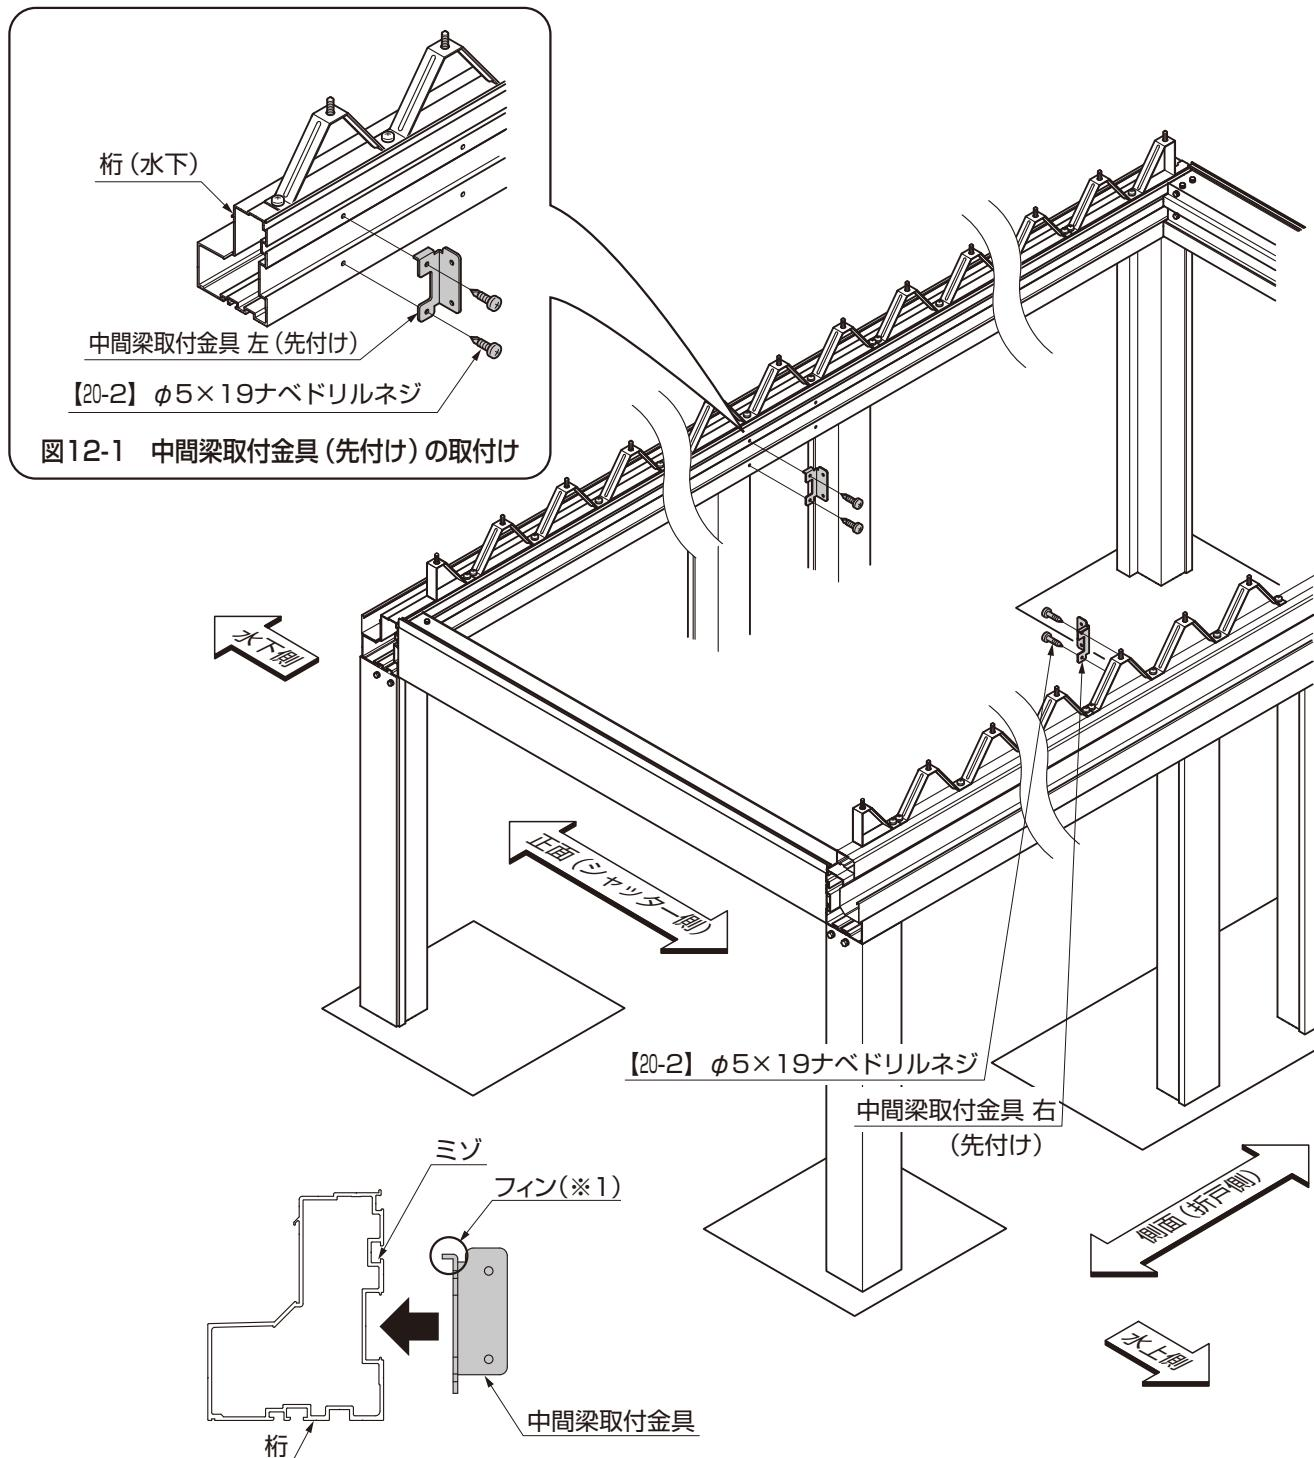

図12-2 中間梁取付金具の取付け位置
- 中間梁取付金具のFIN(※1)が、桁のミゾに入るように取付けてください。(図12-2参照)